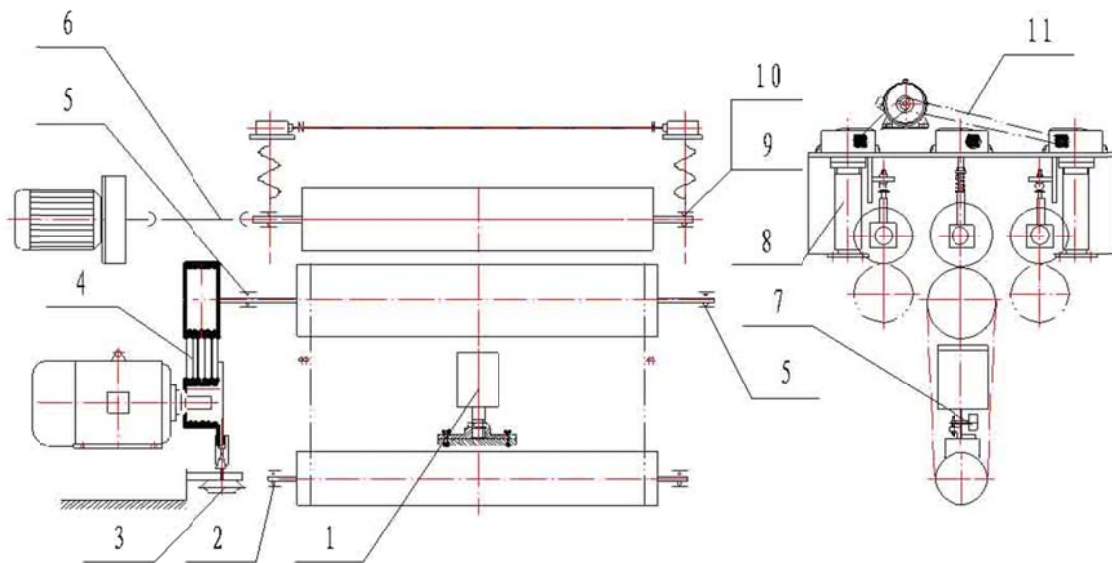

Fig.11
2.2 Estándar para el mantenimiento e inspección de la máquina (Fig. 11)